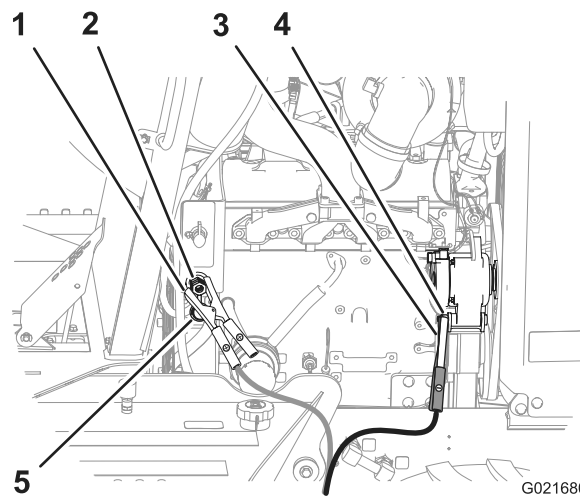

Figura 56
4. Togliete il coperchio dal morsetto di avviamento (Figura 56).
5. Collegate il cavetto portatile positivo (+) al morsetto di avviamento (Figura 56).
6. Collegate il cavetto portatile negativo (-) al punto di terra, quale il dado nel punto rotante dell'alternatore (Figura 56).